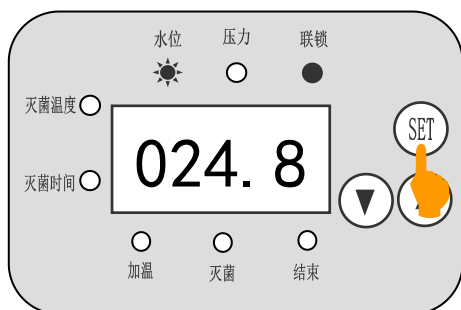
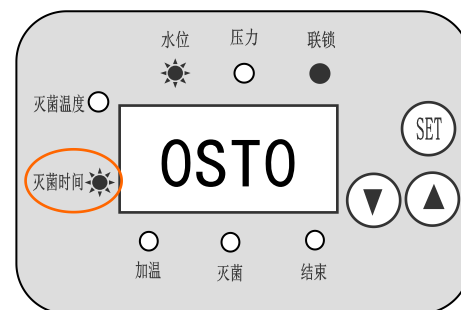
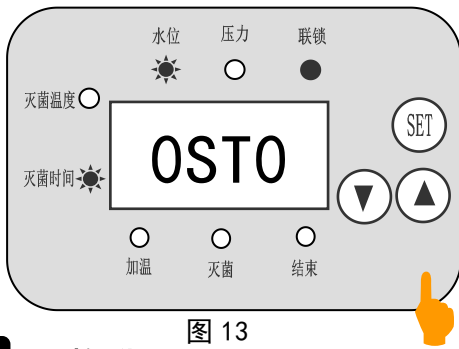
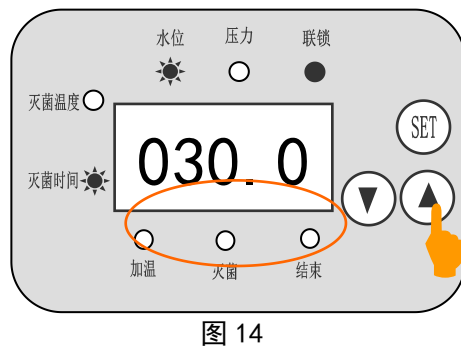

图 11
图 12
图 13
图 14
② 设定灭菌时间：再按控制面板上的功能设定键 **SET** (图 11)，面板上的灭菌时间指示灯亮，显示屏出现“ST” (图 12)，按动上下移动键 **▽** **▲** (图 13)，调整所需的时间值，设定完成后按功能设定键确认 (图 14)。